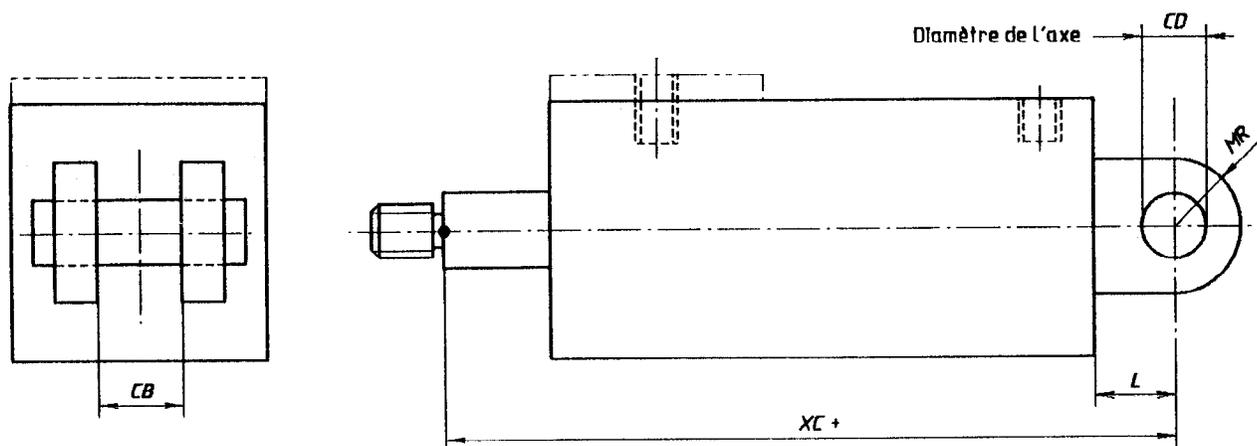

Figure 4 — MP1 — Fixation par chape arrière
- MP1 — Chape arrière fixe (voir figure 4 et tableau 4)